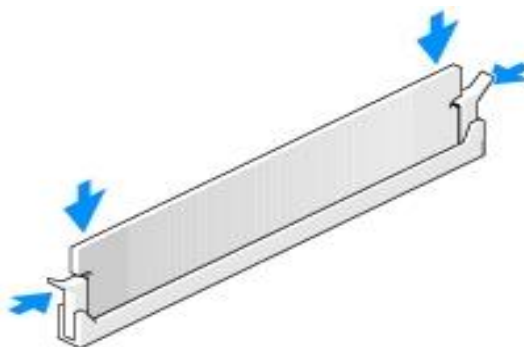

Рисунок 26 – Установка модуля оперативной памяти в слот
- вставить модуль оперативной памяти в слот до щелчка, не прилагая слишком больших усилий. Если модуль вставлен правильно, то фиксаторы попадают в вырезы по бокам модуля (см. рисунок 26);